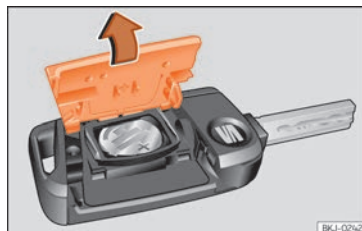

Fig. 132 Clé du véhicule : ouvrez le cache du logement des piles.
- Retirez le couvercle de la partie arrière de la clé du véhicule »» fig. 132 dans le sens de la flèche »» ❶.
- Placez le couvercle comme indiqué »» fig. 132, et appuyez-le sur le boîtier de la clé du véhicule dans le sens contraire de la flèche jusqu'à ce qu'il s'encastre.
❶ ATTENTION